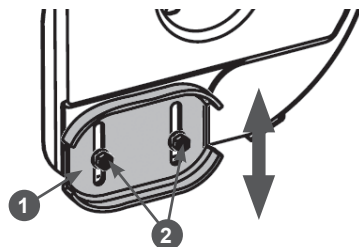

Рис. 25. Регулировка высоты забора снега
2. Открутите гайки 2 крепления ползков 1 на 1-2 оборота и установите ползок на необходимую высоту (Рис. 25). Снова затяните гайки.